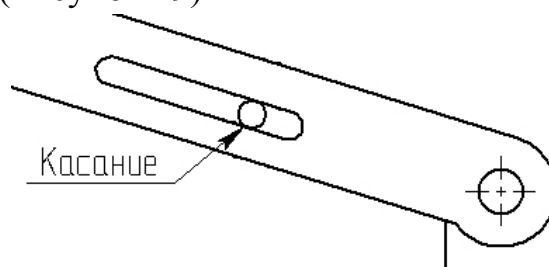

Рисунок 19 – Сопряжение деталей «Рычаг» и «Ось»
- Сопряжения Рычаг-Ось: Касание, Совпадение (торец оси, боковая поверхность рычага) (Рисунок 19)